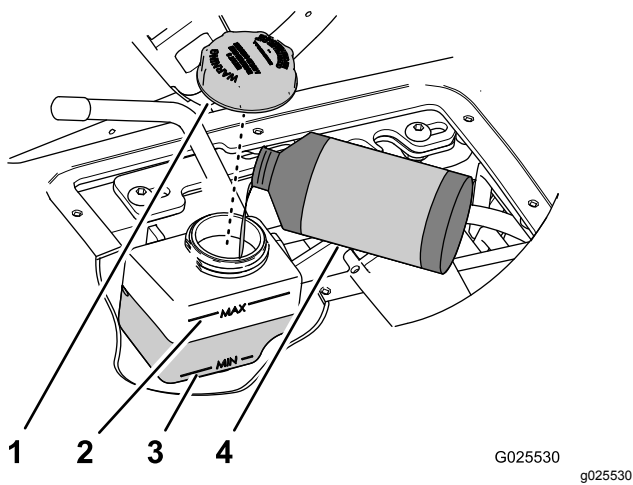

図 69
4. 速度コントロールシリンダのオイル溜めの油量を点検する 図 69。
- A. タンクのキャップの周囲をきれいに拭く 図 69。
- B. タンクからキャップを取る 図 69。
- C. オイル溜めの側面についている Min マークと Max マークの間に油面がくるように、所定のオイルを補給する 図 69。
- D. キャップを取り付けて手締めする 図 69。